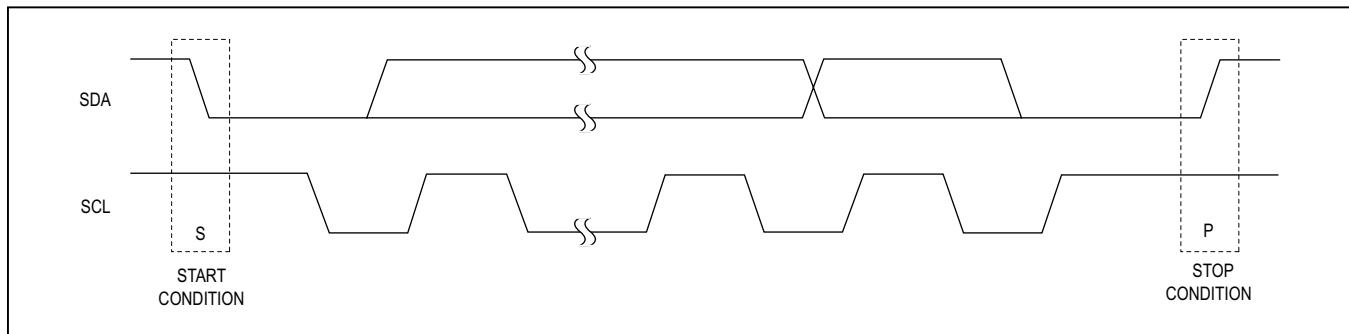

图27. START和STOP条件
接口空闲时SCL和SDA均为高。当SCL为高电平时，主机通过将SDA从逻辑高拉至逻辑低电平产生START(S)条件，表示传输开始信号(见图27)。当主机完成与从机通信后，主机在SCL为高电平时驱动SDA由低电平跳变到高电平，发出一个STOP (P)条件。此时，总线就绪，可进行下一次传输。